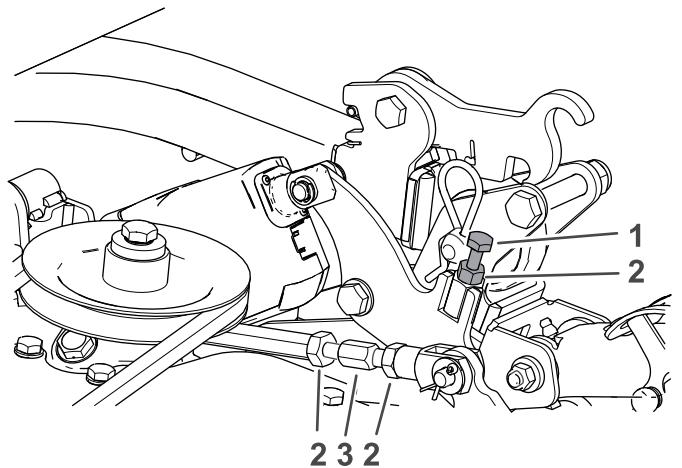

**Figura 99**
3. Misurate la distanza tra il suolo e il punto più avanzato dell'apparato di taglio (Figura 99).
4. Misurate la distanza tra il suolo e il punto più arretrato dell'apparato di taglio (Figura 99).